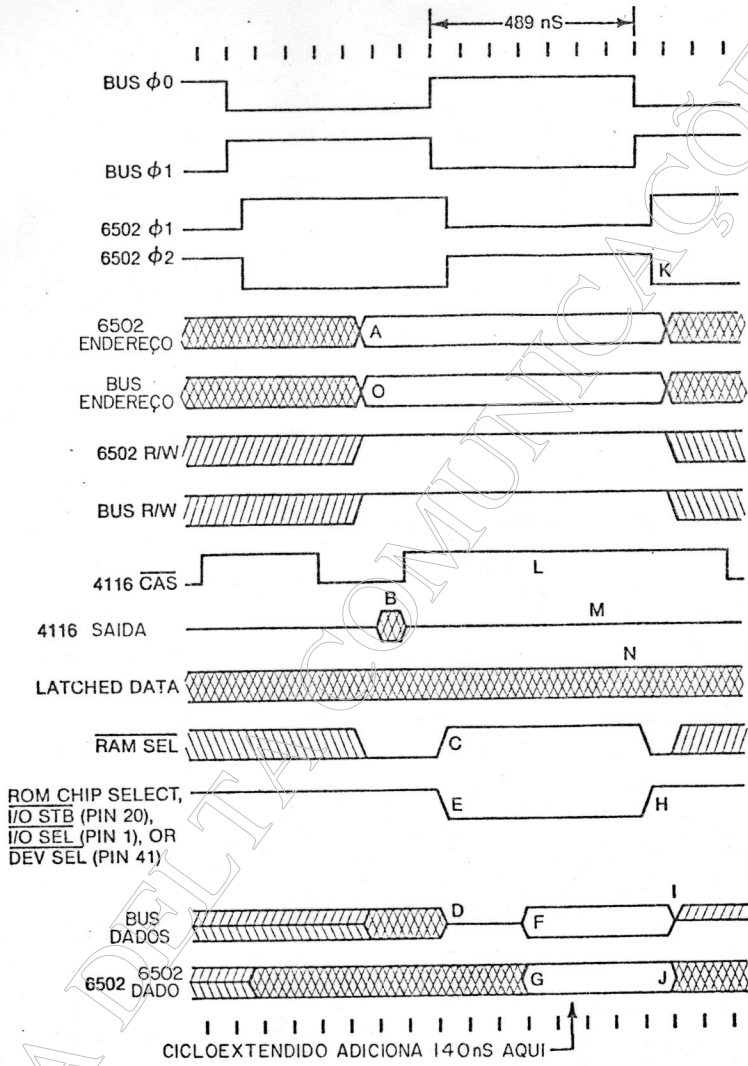

Fig. 6-7 Leitura do Rom ou periféricos
Leitura do ROM -Este procedimento é análogo a leitura da RAM. O R/W e o endereçamento aparecem estáveis em A (fig.6.7). O Ram SEL vai a "high" no ponto C, quando 00 subir. Enquanto 00 for "low" (antes do ponto C), J1 seleciona um endereço de vídeo abaixo dos 32K. F2-12 ou F2-11 irão a "low", então RAM SEL será "low". Quando 00 ir a "high" (ponto C), J1 selecionará um endereço acima dos 48K, endereçamento os ROMs. O "high" em RAM SEL desabilita B6 e B7, liberando o dado no ponto D. Ao mesmo tempo 01 vai a "low" habilitando parcialmente o decodificador F12, via pinos 4 e 5 (fig.C-10*). Desde que estamos endereçando acima dos 48K, AD14 e AD15 são "high". Dai H1-6 é "high" habilitando totalmente F12 via pino 6, que agora decodifica as linhas AD11 a AD13, selecionando um dos bancos de 2K acima dos 48K. Desde que estamos endereçando ROM, uma das saídas de F12 irá a "low" (ponto E) habilitando o "chip-select" dos ROMs. Uma vez estabelecido os endereços, o dado vai a CPU via H10 (ponto G. O chip-select vai a "high", removendo do bus o dado (ponto I). Como este ciclo ocorre acima dos 48K, não há CAS ativo no ponto L.
Leitura de periféricos -O ciclo de leitura de um periférico é idêntico ao do ROM. Reusaremos a fig.6.7 para a explicação a seguir. Estas leituras serão divididas em 4 categorias:
Uma palavra de cautela—Atente ao fato de queo dado deverá se manter estável pelo menos por 10 ns após cair O2. Olhando a fig. 6.7 notamos no ponto (J) este requisito satisfeito.
A linha de ready—Esta linha dá aos periféricos a capacidade de atrasar o 6502 (para periféricos lentos). A figura 6.10 mostra uma leitura estendida por um "wait". O ciclo básico é igual a leitura de periféricos mostrado na fig.6.7. A diferença fundamental reside no fato de que o periférico leva RDY a "low", indicando que o dado não está disponível. Com um circuito apropriado, RDY pode ser usado como single-step a cada ciclo de clock.